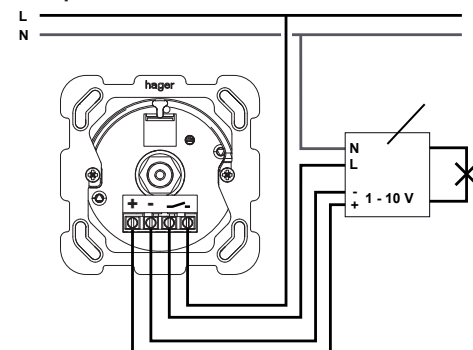

Figura 3: Schema di collegamento
- Collegare il potenziometro a manopola (1) secondo lo schema di collegamento (figura 3).
- Collocare il telaio (4) e il pezzo centrale (5) e avvitarli tramite il dado filettato (6).